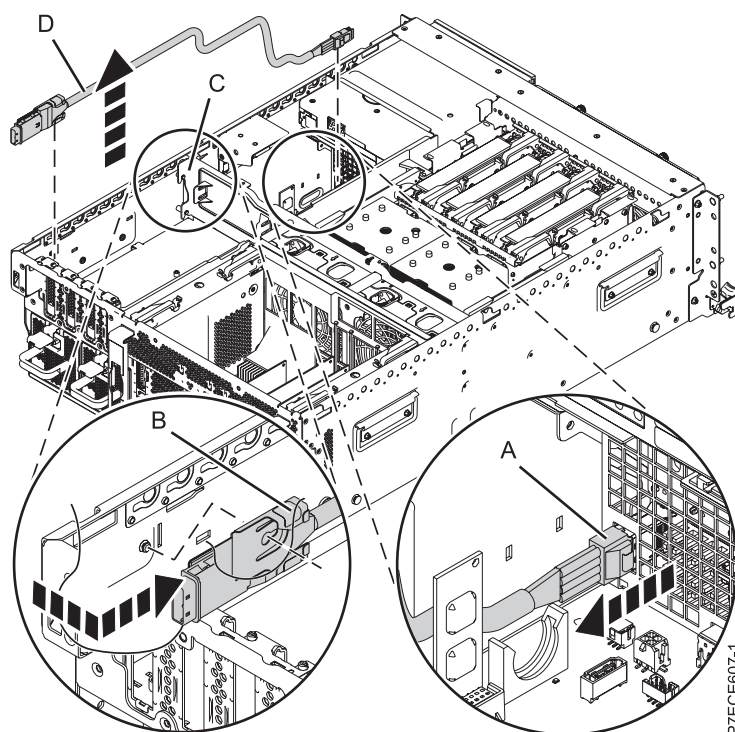

Figura 56. Extracció del port SAS extern
10. Premeu la pestanya lateral i traieu el protector SAS (A) del port de connexió SAS extern a la placa posterior de la unitat de disc, com es mostra a la Figura 56 a la pàgina 91.
11. Feu pressió sobre el port de connexió SAS (B) i després traieu el cable SAS (D) de la placa posterior del sistema.
12. Traieu el cable SAS (D) de l'abraçadora central (C) fins que surti del sistema.